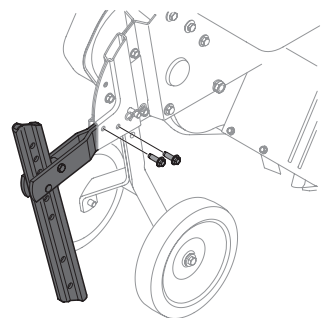

Figura 4
2. Retire los dos tornillos del soporte en el caso de la cadena. Vea la Figura 4.
3. Inserte el soporte horizontal en los soportes de caja de la cadena y asegurar el conjunto de la estaca de profundidad en su lugar con los tornillos que acaba de sacar en el paso 2. Vea la Figura 4.